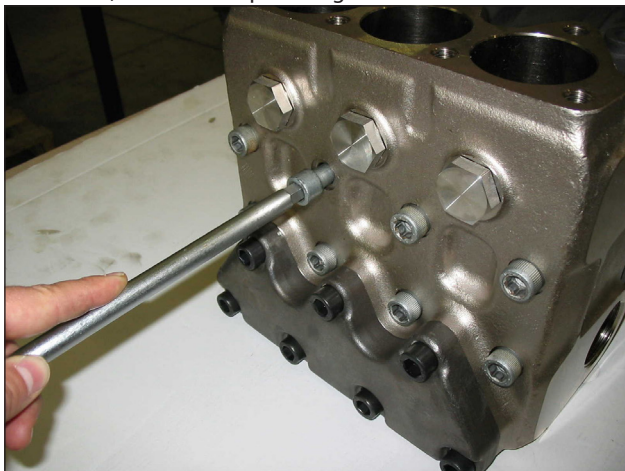

Fig. 20
A) Dévisser les vis de fixation de la tête M12x150 (M12x220 su SWS71) comme indiqué au Fig. 20.